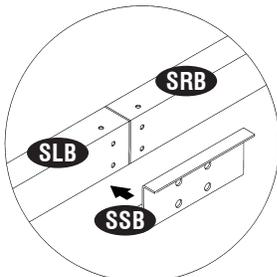

Fig.1
11. Coloque el soporte canal corredizo izquierdo (SSB) sobre la junta entre los canales correderos (SLB) y (SRB). Haga coincidir los orificios del soporte con los de los canales correderos y sujételos con tornillos (S1). Vea fig. 1 & 2.